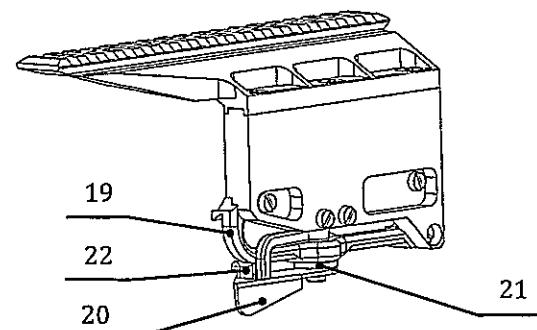

Рисунок 32 – Боковая планка SMN WP-2525
2) Поверните (откройте) ручку (20) до упора вправо (см. рис. 32). Совместите паз зажимного устройства (19) с ласточкиным хвостом посадочного места на оружии, затем продвиньте планку вперед до упора и закрепите ее, повернув (закрыв) ручку (20) вперед до полной фиксации выступом (22) за кронштейн планки.